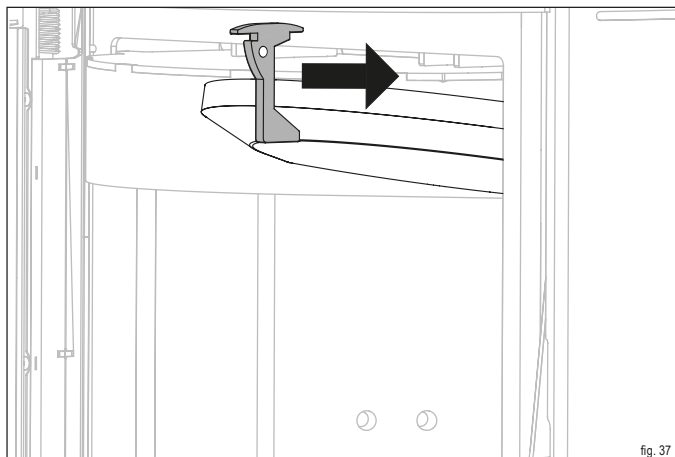

fig. 37
- ▶ Spingere in avanti il supporto della pietra termica (fig. 37).